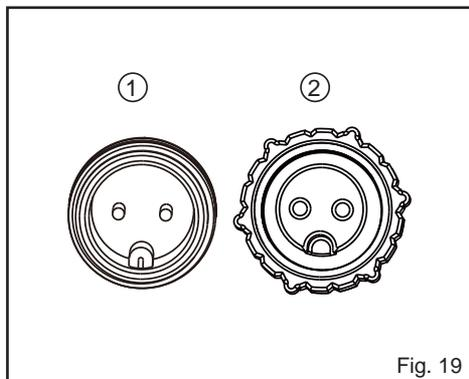

Fig. 19
- Conecte primero el cable alargador al adaptador de corriente. Alinee la muesca (①) del cable alargador con la ranura (②) del adaptador y gire el casquillo de bloqueo (③) en el sentido de las agujas del reloj para encajarlo (Fig. 19 y 20).
- A continuación, conecte el cable de alimentación de la estación base al cable alargador. Alinee la muesca (①) del cable de alimentación con la ranura (del cable alargador) y gire el casquillo de cierre (③) en el sentido de las agujas del reloj para fijarlo en su sitio (Fig. 19 y 20).